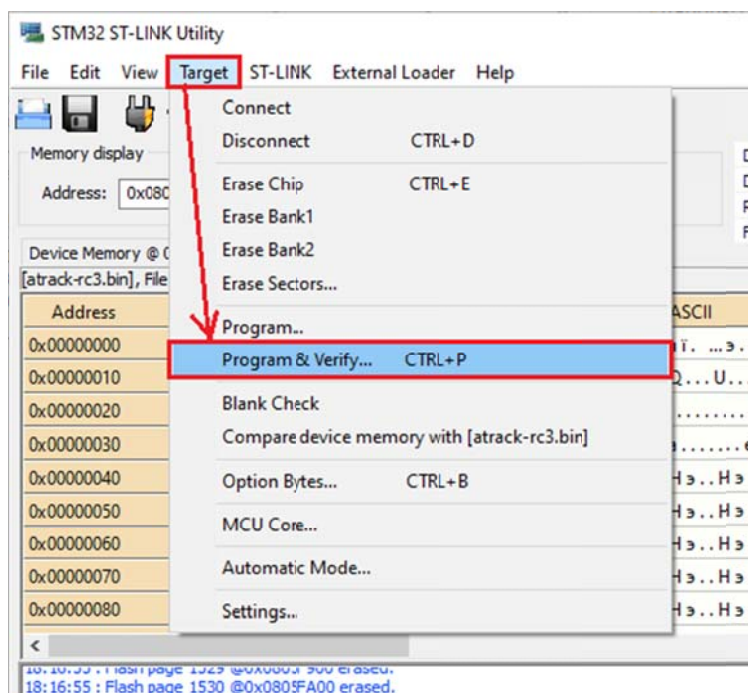
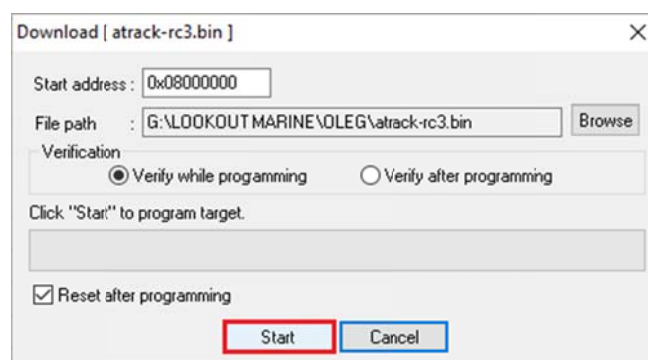

Рис. 12
Рис. 13
13. Далее через пункт “Target”→”Program & Verify” (рис. 12) запустить процесс перепрошивки устройства, нажав на кнопку “Start” (рис. 13)